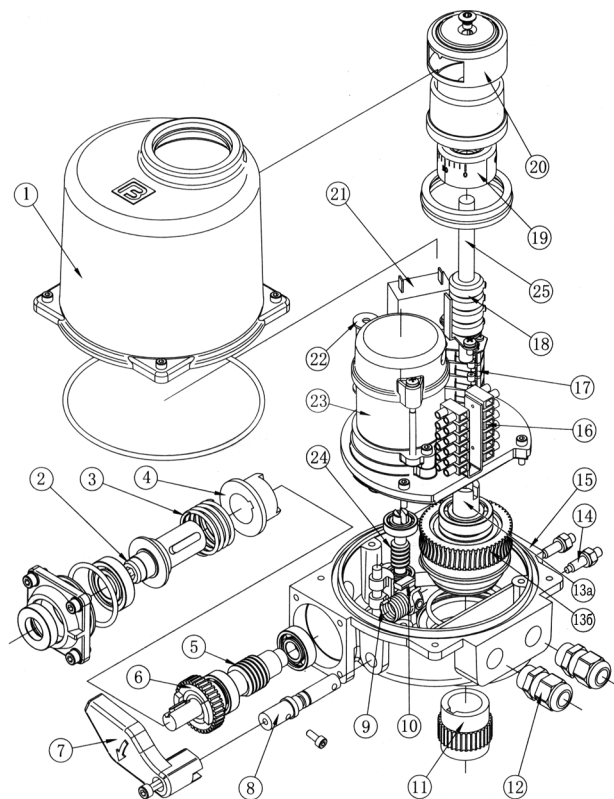
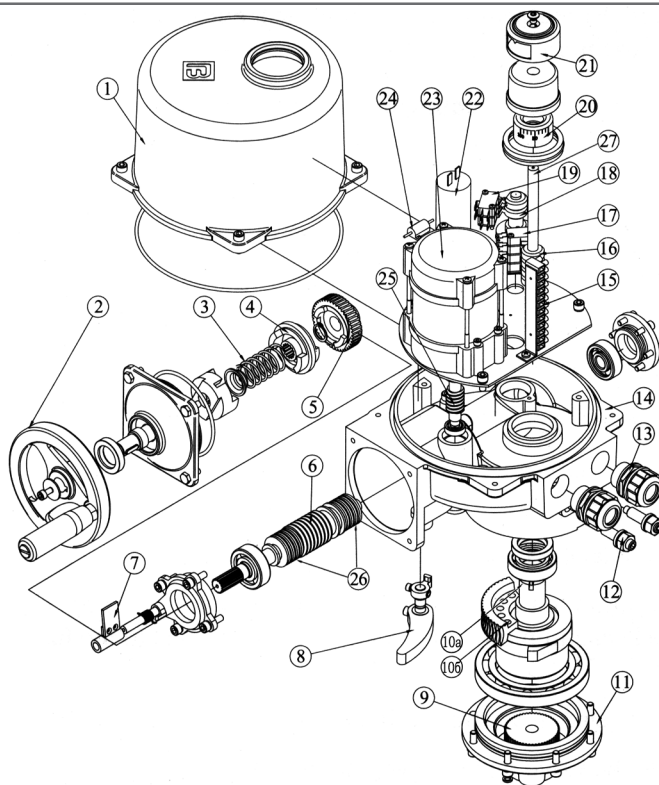

Рис.1 Электропривод ГЗ-ОФ(К)
Рис.2 Электропривод ГЗ-ОФ(М)
У электропривода ГЗ-ОФ(К) переключение в ручной режим осуществляется рычагом переключения режимов (7) (рис. 1). При перемещении рычага открывается установочное отверстие для шестигранного торцевого ключа (размер 8 мм), вращением которого осуществляется поворот рабочего вала. По завершению работы в ручном режиме вынуть шестигранный торцевой ключ. При этом рычаг (7) автоматически возвратится в исходное положение. Привод переходит в режим работы от электродвигателя.
У электропривода ГЗ-ОФ(М) переключение в ручной режим осуществляется рычагом переключения режимов (8) (рис. 2). Для этого необходимо переместить рычаг в сторону корпуса электропривода до его фиксации. Если фиксация не произошла, повернуть маховик (2) при нажатом рычаге (8) до фиксации. Вращением маховика (2) производится поворот выходного вала привода. При включении электродвигателя привода рычаг (8) автоматически вернется в исходное положение и произойдет переход в режим работы от электродвигателя.
Для перемещения рычагов переключения режимов (7) (рис. 1) и (8) (рис. 2) не следует прилагать чрезмерно больших усилий.